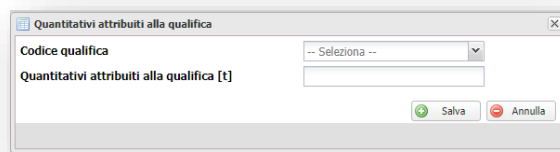

Figura 15 - Quantitativi attribuiti alla qualifica
7. **Lista quantitativi contrattualizzati:** dato che alcuni Operatori potrebbero avere un unico contratto di approvvigionamento per più impianti di produzione di biocarburanti avanzati diversi dal biometano, questa funzionalità consente di ripartire i quantitativi contrattualizzati tra i vari impianti qualificati. L'utente deve cliccare sul pulsante **"Inserisci quantitativi"** (Figura 14, B) e inserire i quantitativi per ogni codice qualifica (Figura 15). Nel caso in cui l'utente ha un solo impianto di produzione, potrà inserire tutto il quantitativo massimo contrattualizzato, comprensivo dell'eventuale tolleranza, sullo stesso codice qualifica;